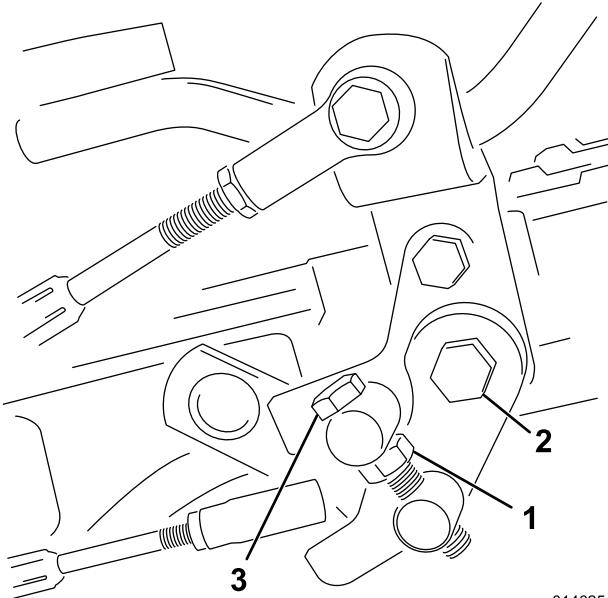

図49
1. トラニオンボルトのジャムナットをゆるめる図49。
4. トラニオンボルトのジャムナット、およびペダルピボットのナットを締め付けて調整を固定する図49。調整を確認し、必要に応じて再調整する。